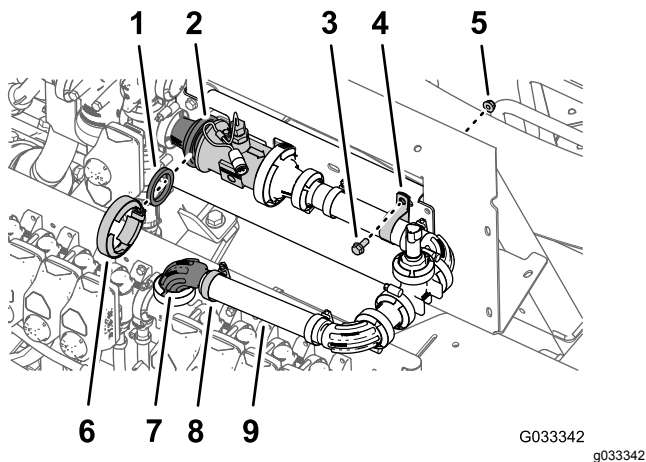

Рисунок 126
1. Установите прокладку (2¼ дюйма) между расходомером и переходным патрубком, установленным с правой стороны главного регулирующего клапана (Рисунок 126).
2. Закрепите, не затягивая, прокладку, расходомер и переходной патрубок (Рисунок 126) при помощи фланцевого хомута 76 мм.
3. Установите, не затягивая, свободный конец шланга (1 x 8½ дюйма) на прямоугольный фланцевый штуцер (1 дюйм) при помощи шлангового хомута (Рисунок 126).
4. Прикрепите датчик давления и коллектор к креплению коллектора при помощи R-образного хомута, болта с фланцевой головкой (5/16 x ¾ дюйма) и фланцевой контргайки (5/16 дюйма), как показано на Рисунок 126.